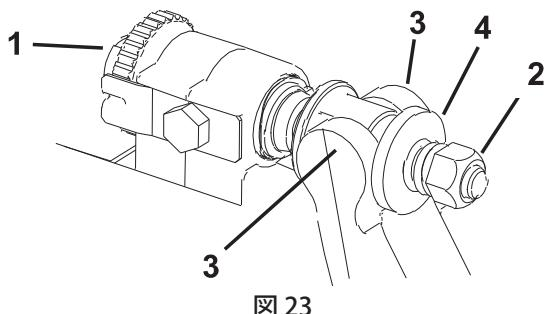

図 23
- ベッド・バー調整ネジを左に回してベッドナイフとリールの接触をなくす（図23）。
- スプリング・テンション・ナットをゆるめて、ワッシャがベッド・バーにまったく押し付けられていない状態にする（図23）。